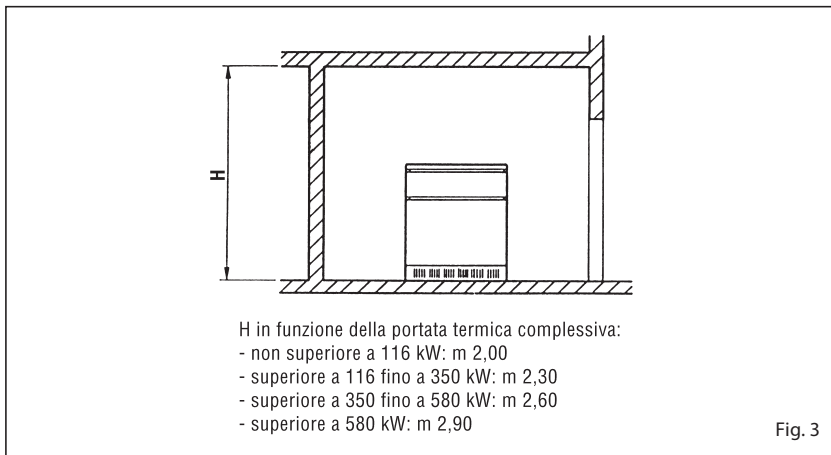

Fig. 3
2.1 LOCALE CALDAIA E VENTILAZIONE (fig. 3)
L'altezza del locale di installazione deve rispettare le misure indicate in fig. 3, in funzione della portata termica complessiva.